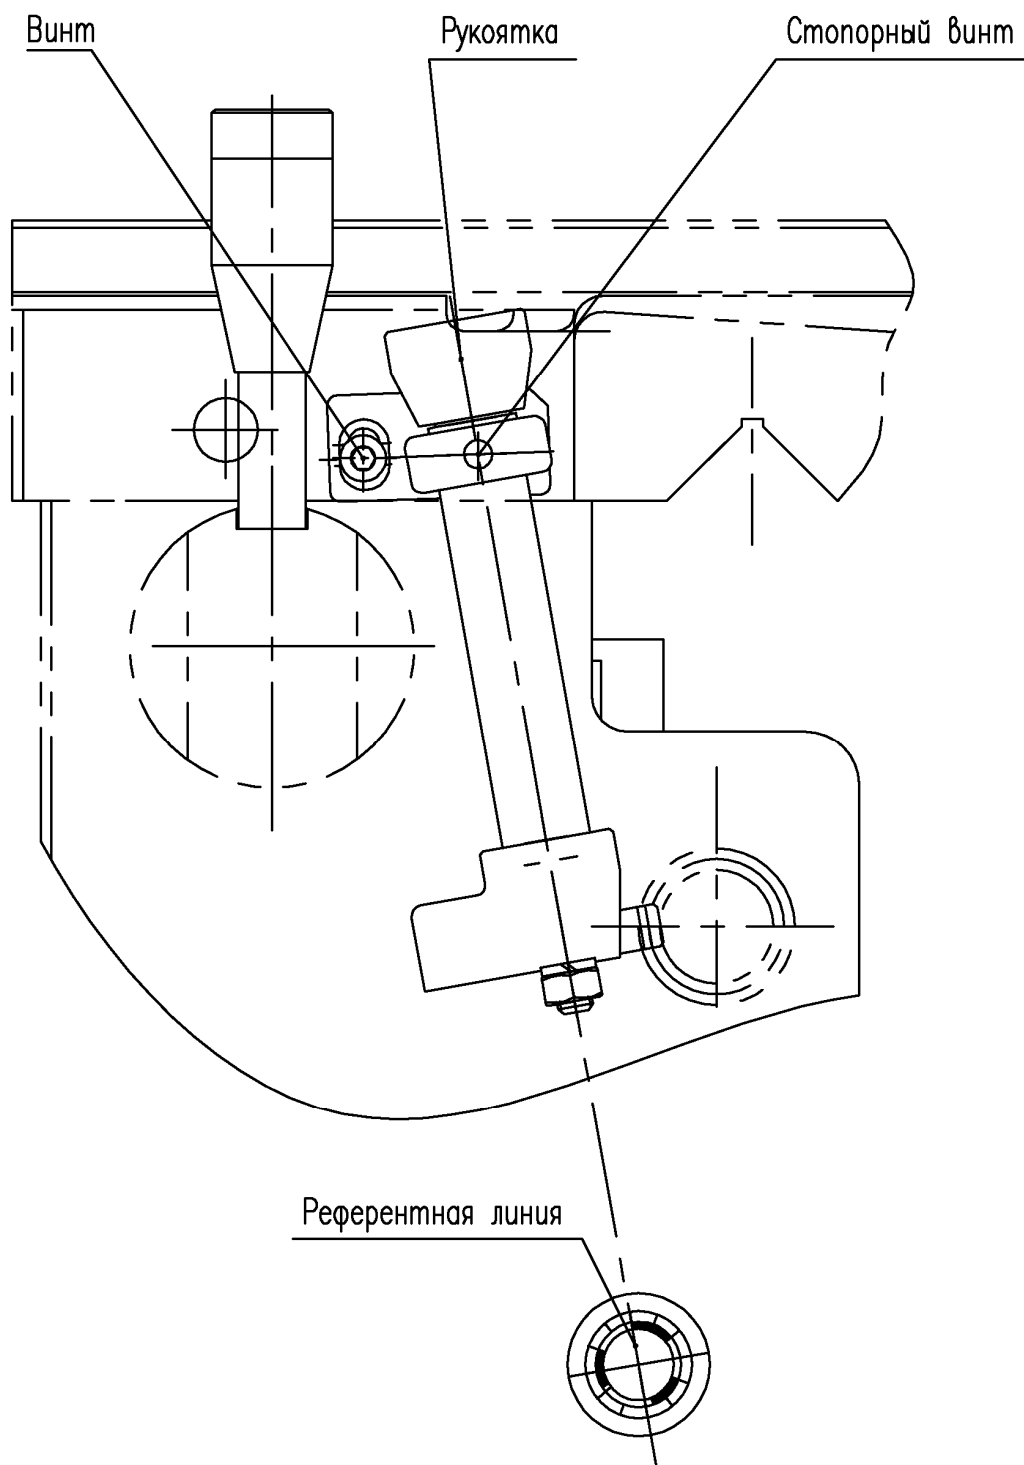

Рис. 31: Индикатор резьбы
11.3.2. Индикатор резьбы (смотрите рисунок 31)